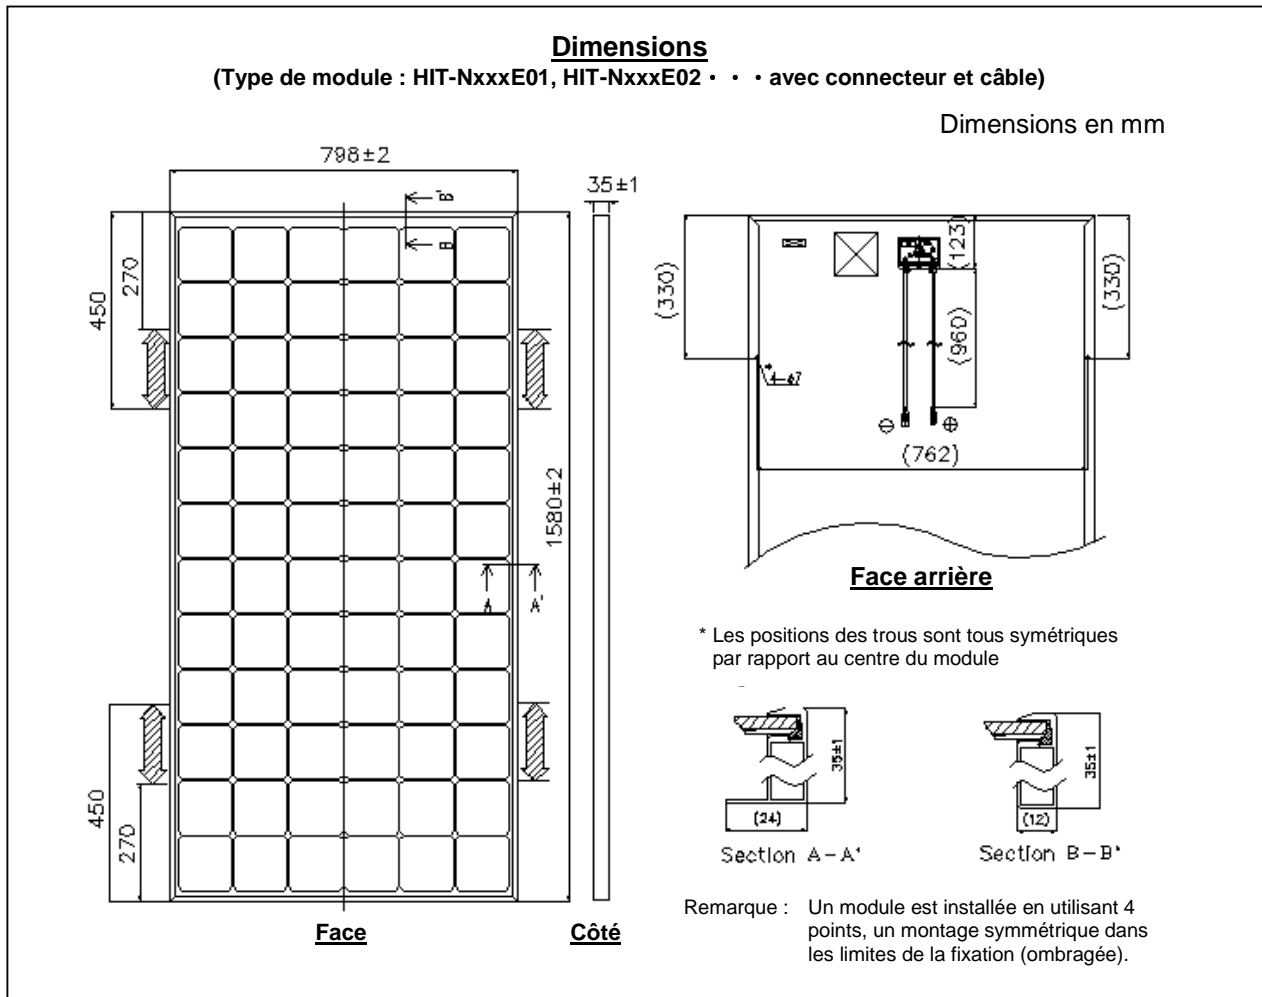
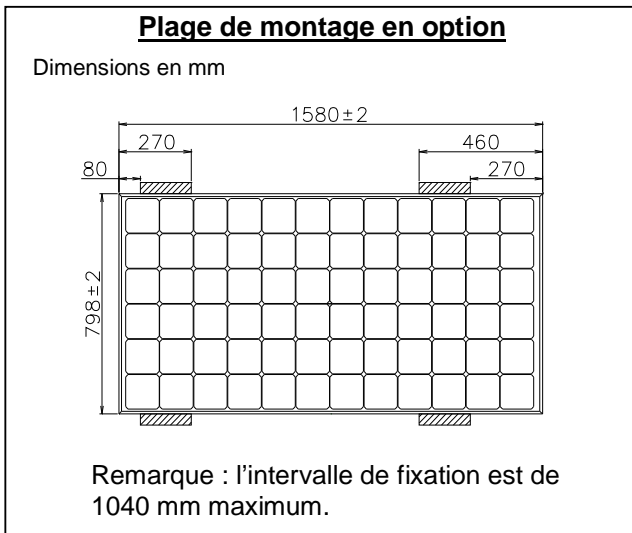
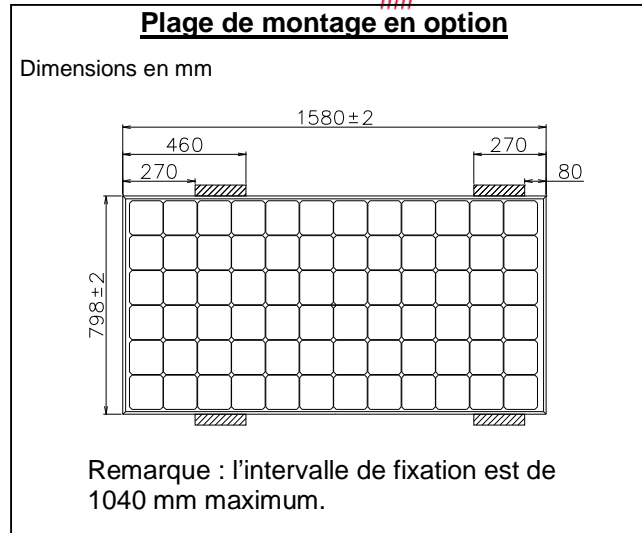

Figure 2-1: Dimensions
Figure 2-2: Plaque de montage en option
Figure 2-3: Plaque de montage en option
- Les modules doivent être montés essentiellement aux quatre (4) points à 25 % de la façon indiquée à la Figure 2-1. Toutefois, vous pouvez choisir les plages de montage en option (avec la limite de l'intervalle de fixation) de la façon indiquée à la Figure 2-2 ou la Figure 2-3.